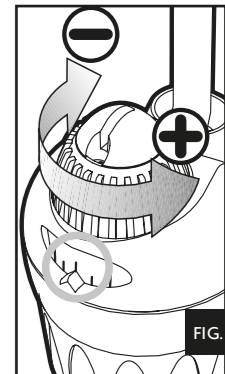

FIG. 4
- 3- Turn the blue control knob until the desired temperature shows up in the scale window (fig. 4). Leave the heater to stabilise for about one full day and check the temperature of the water with a precision thermometer.
- 3- Tourner le bouton de réglage jusqu'à ce que la valeur choisie soit en face du point de repère (fig. 4). Laisser fonctionner pendant 24 heures. Prendre la température avec un thermomètre de précision.
- 3- draai de blauwe draai-regelaar om het gewenste water temperatuur te kiezen (afb. 4). Laat u de staafverwarming minimaal gedurende 24 uren draaien, controleer dan het watertemperatuur doormede een precisie thermometer.
- 3- Gire el botón de regulación hasta que el valor seleccionado esté frente al punto de referencia (fig. 4) Déjelo funcionar durante 24 horas. Tome la temperatura con un termómetro de precisión.